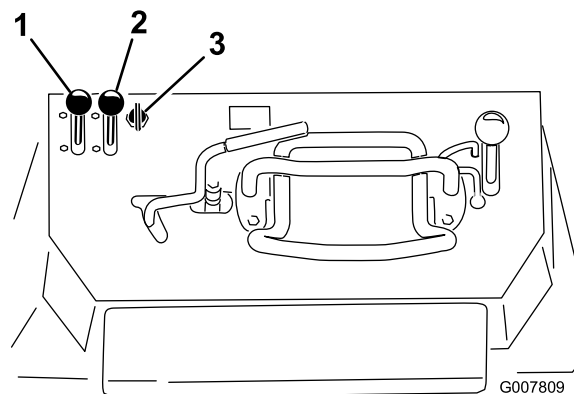

Figura 19
1. Portate la leva dell'acceleratore al centro tra le posizioni minima e massima (Figura 19).
2. Spostate lo starter in posizione On (Figura 19).
- Per il modello 22971, girate la chiave in posizione On (Figura 19). Rilasciate la chiave quando il motore si avvia.
4. Spostate gradualmente lo starter in posizione Off (Figura 19). Se il motore si ferma o esita, riavviate lo starter finché il motore non si sarà scaldato.
5. Spostate la leva dell'acceleratore nella posizione desiderata (Figura 19).
1. Spostate la leva dell'acceleratore in posizione Slow (Figura 19).
3. Girate la chiave in posizione off (Figura 19).